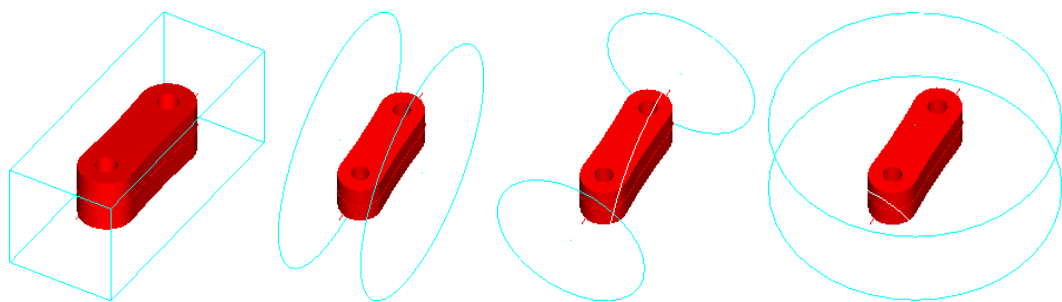

图 3-171 创建边界盒
- 设定好相关参数后，单击“完成”按钮即可完成边界盒的绘制。图 3-171 所示分别为立体形边界盒、采用 X 轴创建的圆柱形边界盒、采用 Y 轴创建的边界盒和采用 Z 轴创建的边界盒。